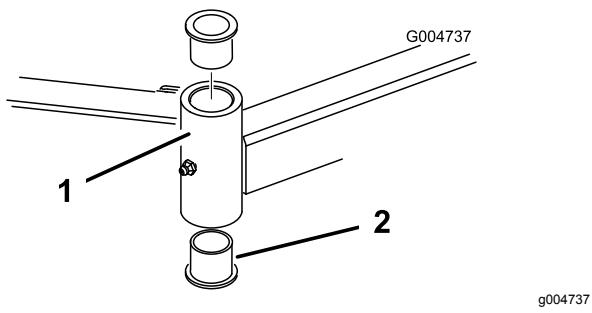

Figura 108
4. Introduza um punção para cavilhas na zona superior ou inferior do tubo de montagem e retire o casquinho para fora do tubo (Figura 108).